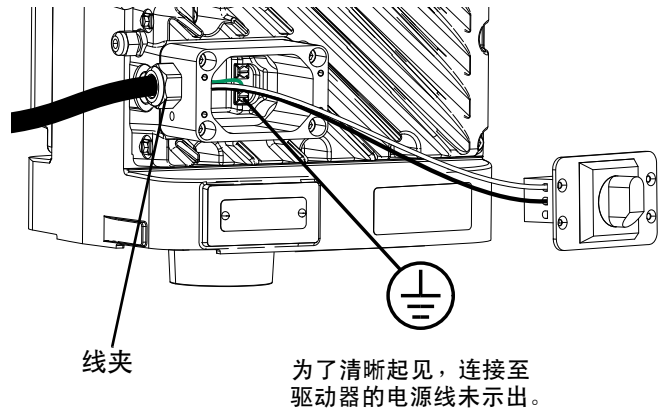

图 6：连接电源
5. 将接地线连接到接线盒内的两个接线端子之一，如图 6 所示。